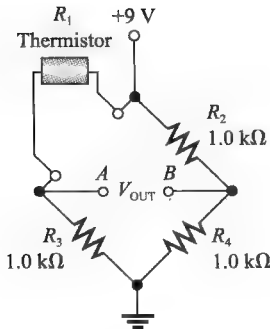

图 6-81
26. 试确定 65℃ 时图 6-81 所示不平衡电桥的输出电压，热敏电阻 25℃ 的标称阻值为 1kΩ，正温度系数，假设温度每变化一度电阻变化 5Ω。